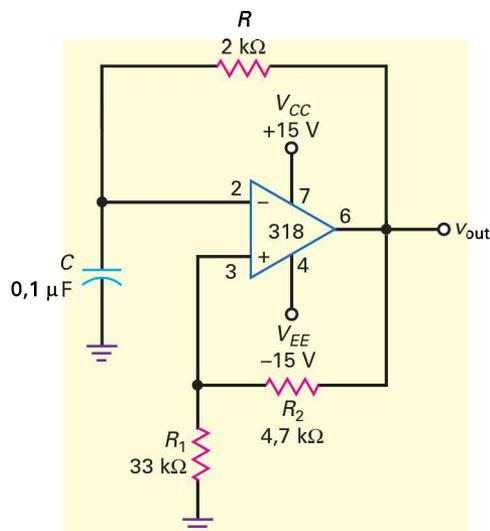

Figure 20.54
- 20.25 **III Multisim** Quelle est la fréquence du signal de sortie dans la figure 20.54 ?
- 20.26 **III Multisim** Si toutes les résistances sont doublées dans la figure 20.54, que devient la valeur de la fréquence ?
- 20.27 La capacité de la figure 20.54 passe à $0,47 \mu\text{F}$. Quelle est la nouvelle fréquence ?
- 20.46** Dans la figure 20.54, on veut une fréquence du signal de sortie 20 kHz. Proposez les changements à effectuer.